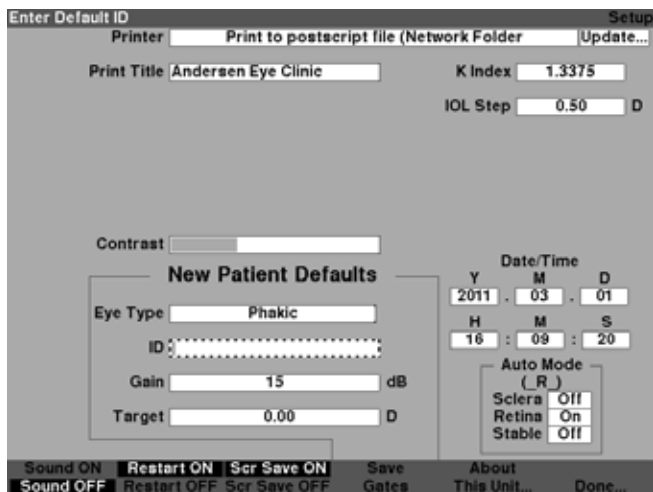

Figura 5-47 Campo de identificación predeterminada activado
2. Presione el control giratorio o el botón $\sqrt{\quad}$ para activar el campo, indicado con un borde punteado, como se muestra en la Figura 5-47.